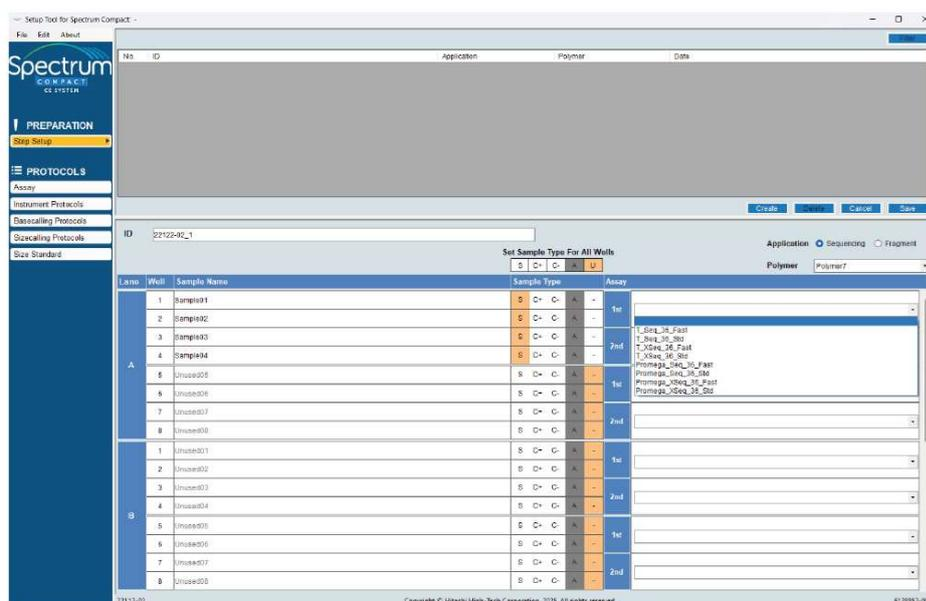

図 194 Assay のドロップダウン画面
7. インジェクションセット（4つのウェルのセット）にアッセイを割り当てるには、1st と表示されたセルの右側にある Assay の列のセルを選択します。これによりプルダウンメニューが表示されます（図 194）。利用可能なリストから目的のアッセイを選択してください。